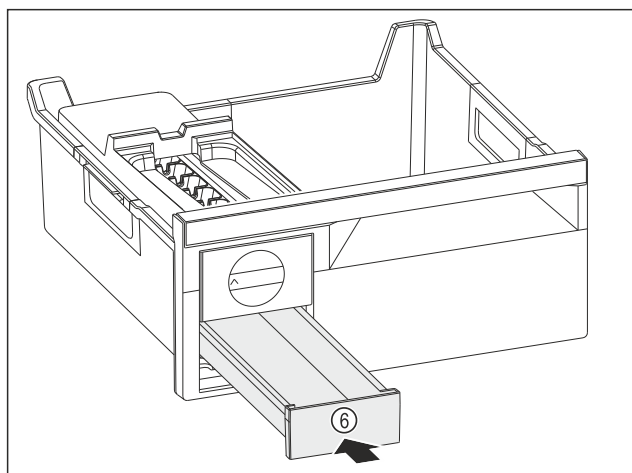

Fig. 92
- ▶ Skub isterningskuffen Fig. 92 (6) ind.